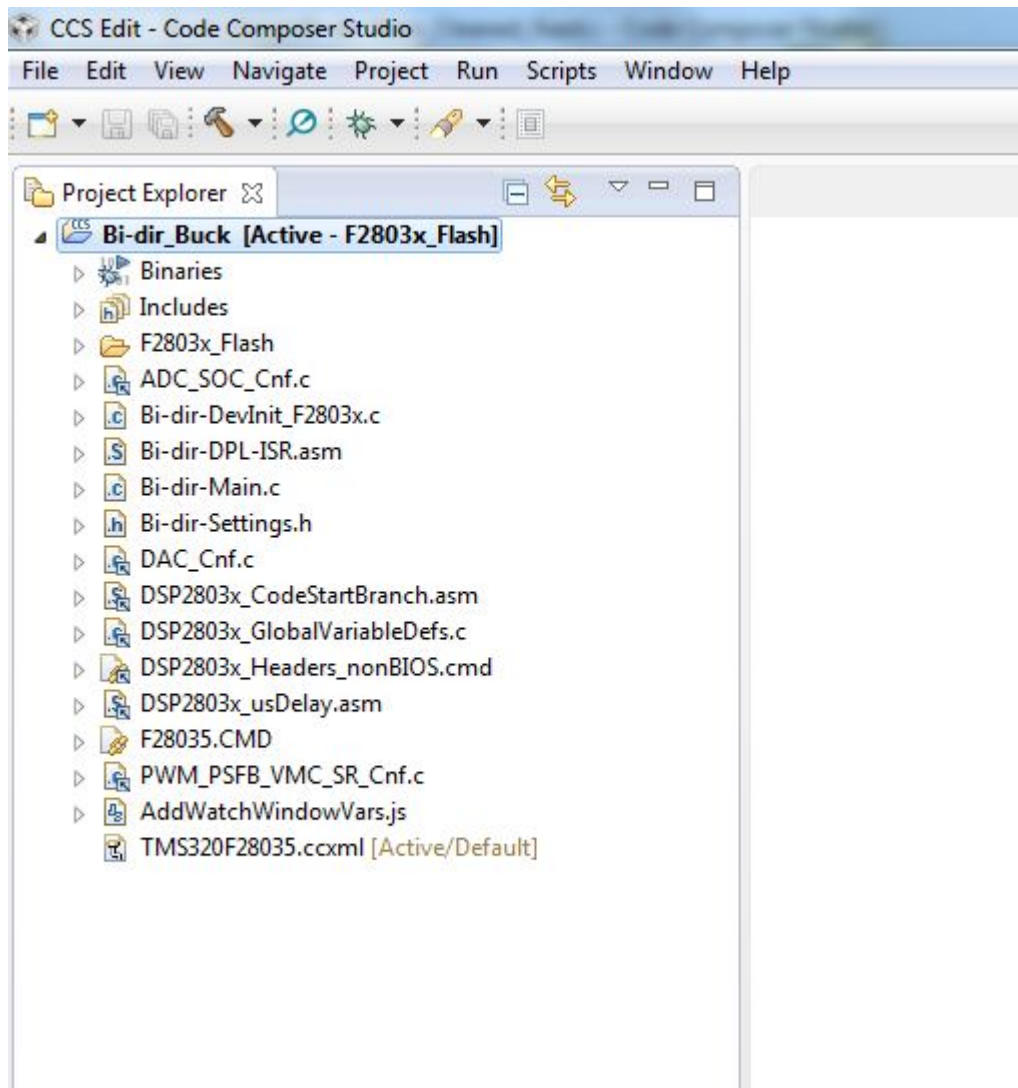

図 42. 降圧モードのCCSプロジェクト・ウィンドウ
14. 左側の“Project”ウィンドウで、プロジェクトの左側にある“+”をクリックします。図 42を参照してください。